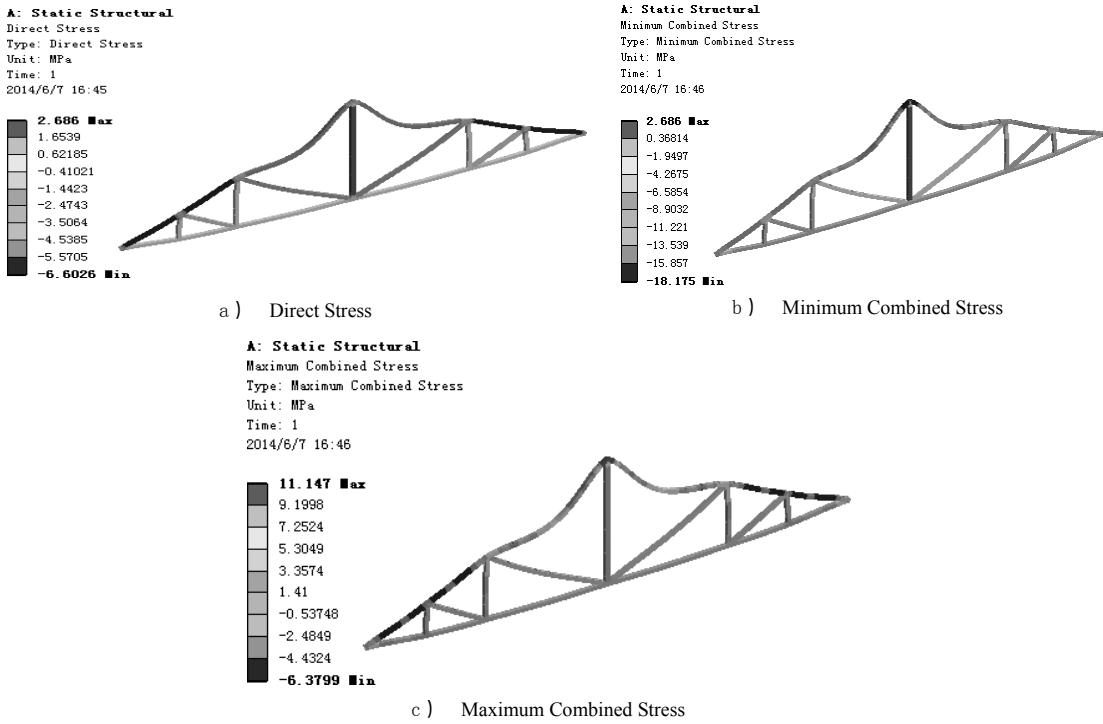

图 7.8.15 查看梁结果图解
(3) 查看梁结果图解。在“Outline”窗口中分别选中 Beam Tool 节点下的 Direct Stress、 Minimum Combined Stress 和 Maximum Combined Stress，分别查看横梁的主应力结果图解、最小组合应力和最大组合应力，结果如图 7.8.15 所示。